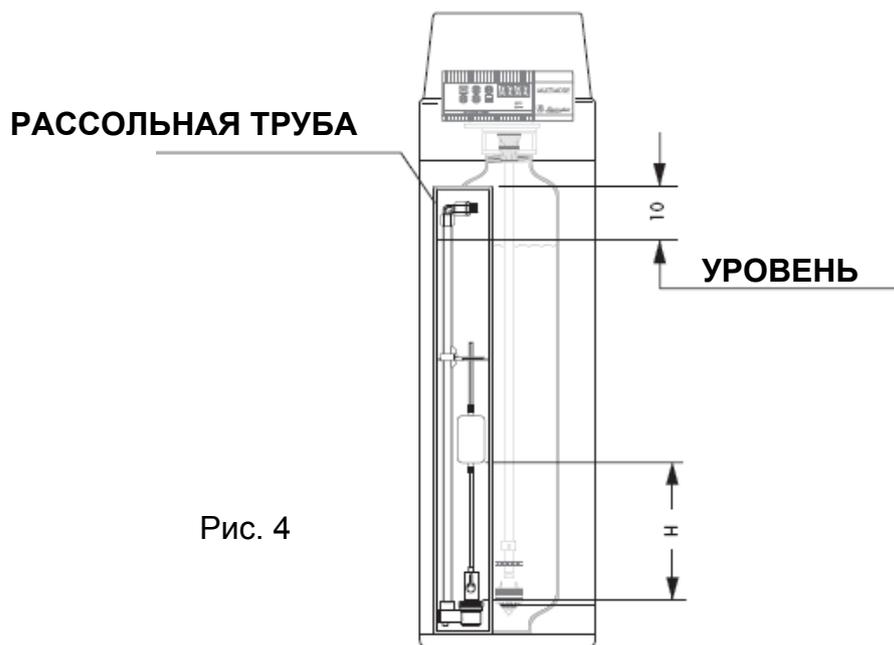

Рис. 4
- Заполните контейнер солью, не доходя 10 мм до края рассольной трубы (Рис. 4).